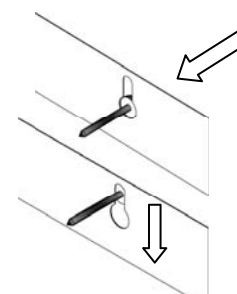

Figura 4
**PASO 3:** Coloque los ojos de la cerradura en la parte trasera del Cubo de pared, sobre los tornillos. Presione el Cubo de pared hacia abajo para asegurarlo en el lugar, como se muestra en la **Figura 4**.